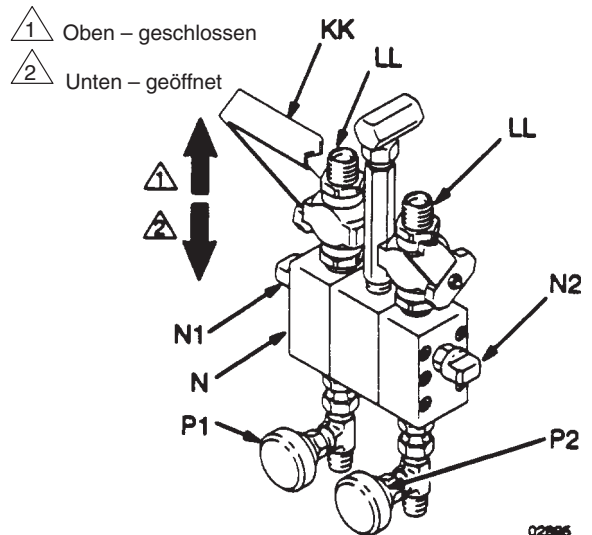

Abb. 11
Für das Öffnen und Schliessen der Materialventile (LL) des Mischventils (N) Handgriff (KK) betätigen, zum Öffnen nach unten und zum Schliessen nach oben drücken. Siehe Abb. 11.
3. Behälter unter die Ablassventile (P1, P2) des Mischventiles (N) stellen. Siehe Abb. 11.
8. Ablassventil (P1) auf der Härter Seite öffnen sowie den Mischventillhandgriff (KK) drücken. Siehe Abb. 11.
11. Lösemittelspülventil für Härter (N1) am Mischventil (N) öffnen. Siehe Abb. 11.
- d. Kleber Lösemittel Spülventil (N2) öffnen und Schritt c) wiederholen. Siehe Abb. 11.